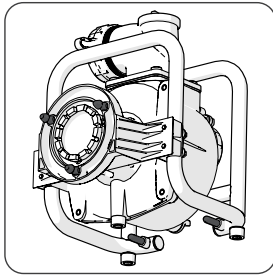

Fig 8 (3 pasadores de posicionamiento y 2 pasadores de estabilización resaltados)
- Mantenga los 3 pasadores de posicionamiento y los 2 pasadores de estabilización limpios y, ocasionalmente, rocíe ligeramente con un spray con base de aceite de silicona. **(Fig. 8)**